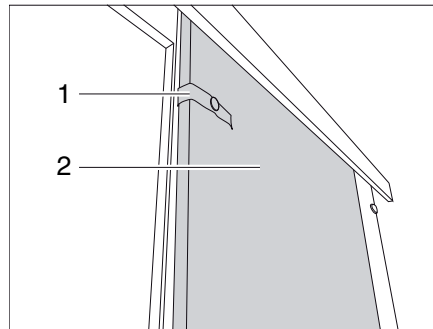

Bild 80 Skjutsdörr
- Lossa säkringskedjan (Bild 80,1).
- Dra skjutsdörren (Bild 80,2) till stängt läge.
- Dra skjutsdörren (Bild 80,2) till öppet läge.
- Fäst skjutsdörren med säkerhetsbandet (Bild 80,1).